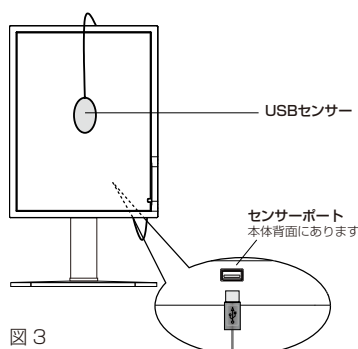

図 3
1. USB センサーを液晶ディスプレイのセンサーポートに接続する (図 3) か、またはアドバンスメニューの STAND ALONE CALIBRATION (→ P19) を選択します。
中央に置き SELECT ボタンを押します。(図 3)